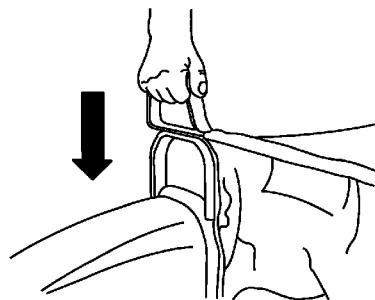

Figure 44
6. Saisir la poignée du sac et la glisser sur le collet de la chute d'herbe (Fig. 44). Pousser la poignée vers le bas jusqu'à ce qu'elle soit correctement installée.